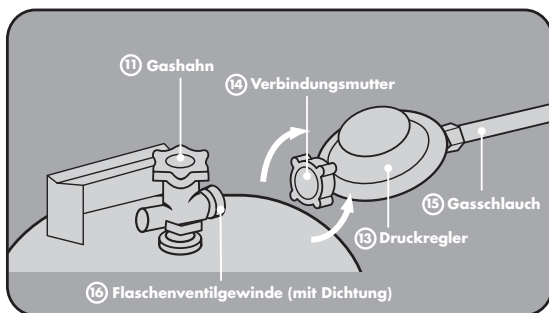

Abb. 2: Montage des Druckreglers
Achten Sie bei der Montage des Heizstrahlers an die Flaschenhalterung unbedingt darauf, dass die Klemmschraube (12) in Richtung Geräterückseite zeigt (siehe Abb. 2). Nur so kann der Strahler ausschließlich in die zulässige Winkelposition gebracht werden.
2. Setzen Sie die Gerätehalterung (4) so auf den Flaschenhals der Gasflasche auf, dass die Kanten der Aussparung und die Klemmschraube in die Nut des Flaschenhalses eingreifen.
3. Achten Sie vor dem Festschrauben der Klemmschraube (12) auf die richtige Positionierung des montierten Strahlers. Die richtige Positionierung ist erreicht, wenn der Gasventileingang (8) des Heizstrahlers und der Ausgang des Flaschenventilausgangs (5) in die gleiche Richtung zeigen.
3. Verbinden Sie den Druckregler mit der Gasflasche, indem Sie die Verbindungsmutter (14) des Druckreglers (13) durch Linksdrehung (von Hand) auf das Flaschenventilgewinde (16) schrauben (siehe Abb. 2).
Nach Durchführung der erforderlichen Prüfungen können Sie den Gas-Heizstrahler in Betrieb nehmen. Folgen Sie den beschriebenen Arbeitsschritten (siehe Abb. 2):